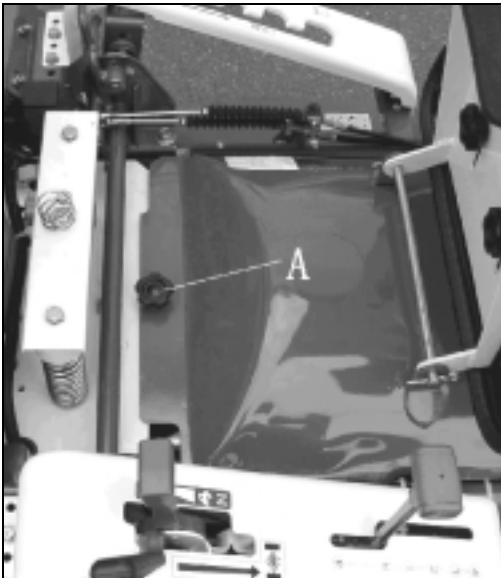

Figure 23
- Soulevez le siège et dévissez la molette maintenant le carter de protection fermé (figure 23, repère A).